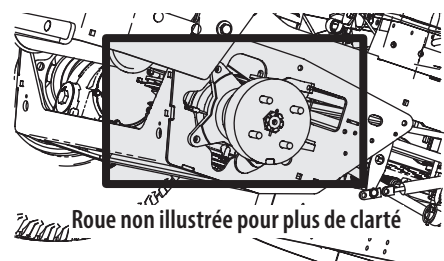
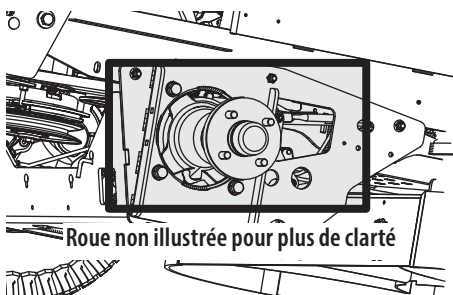

Figure 33
Figure 34
- Nettoyez autour et à proximité de la transmission, de l'essieu et de la zone du ventilateur (Figure 33 de la transmission Parker et Figure 34 de la transmission Hydro-Gear).